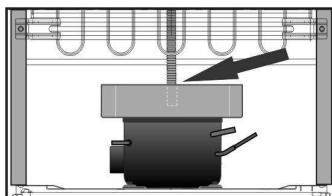

рисунок 6
- Запрещается включать холодильник в сеть при отсутствии или не ровно установленном лотке для сбора воды на компрессоре (см. рис. 6), во избежание попадания воды на электрические части компрессора. Лоток для сбора воды, должен быть установлен горизонтально без наклонов.